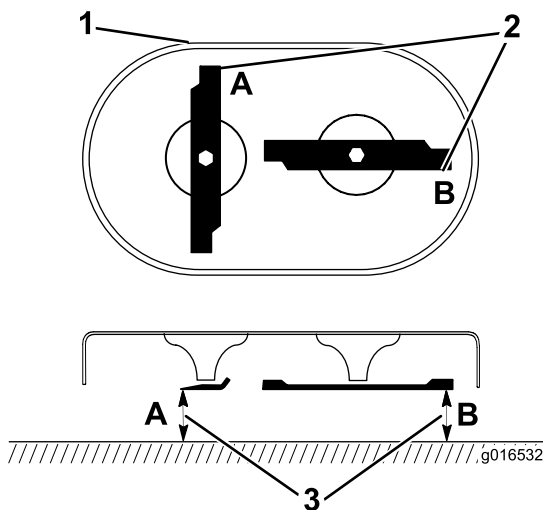

Bild 42
1. Drehen Sie die Messer in die Stellung, die in Bild 42 abgebildet ist.
2. Messen Sie an den Stellen **A** und **B** von der ebenen Fläche zu den Schnittkanten (Bild 42) und notieren Sie beide Werte.
3. Drehen Sie die Messer so, dass die anderen Enden an den Stellen **A** und **B** sind (Bild 42).